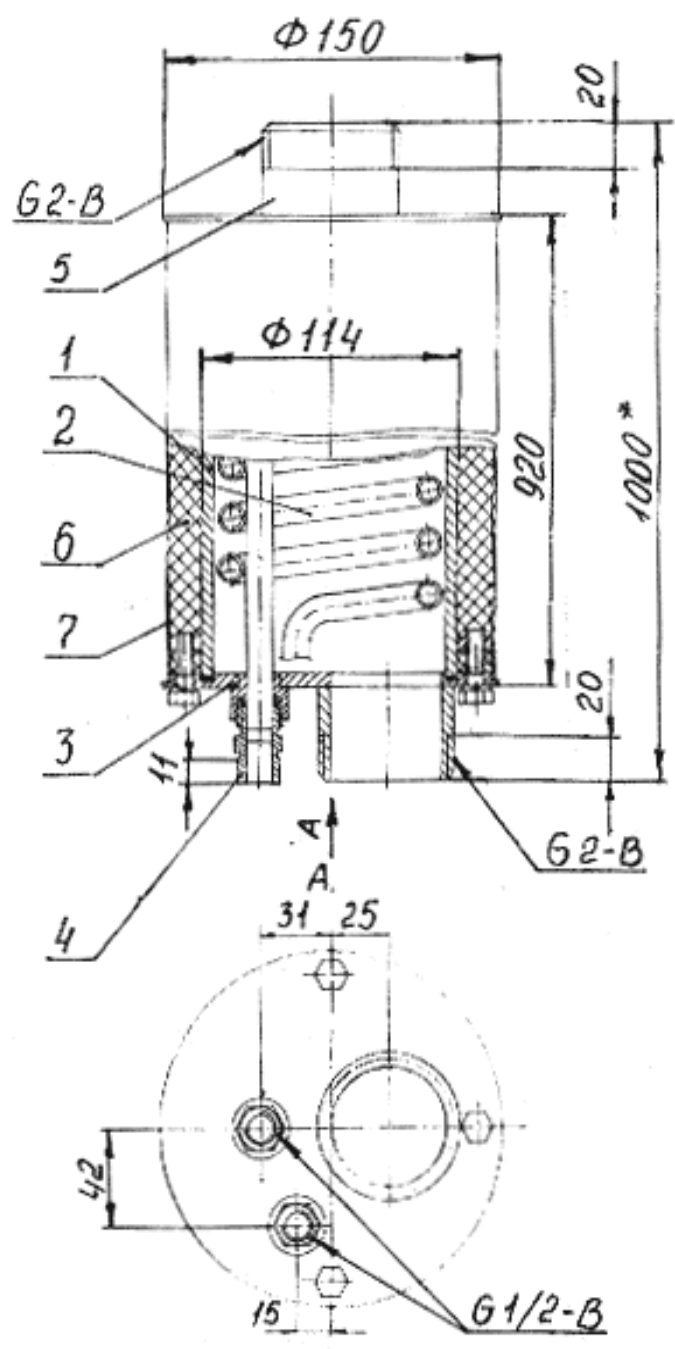

Рис. 1
2.1 Внешний вид водонагревателя по исполнениям приведен на рис. 1.
4.1 Водонагреватель состоит из следующих основных частей, см. рис. 1:
-змеевика (2), расположенного внутри корпуса и омываемого котловой водой;
-фланца нижнего (3) со штуцером (4) для подключения к системе горячего водоснабжения;
-патрубка (5) для подключения к системе отопления;
-теплоизоляционного материала (6) и кожуха (7).